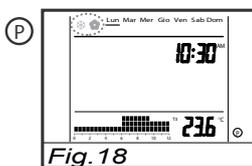

Fig. 18
-PROGRAMMA INVERNO/PRIMAVERA: Utilizzare i tasti **+** o **-** per selezionare un programma (❄️ 🌸). Vedi Fig. 18. Per replicare un programma sull'altro: selezionare il programma da copiare,